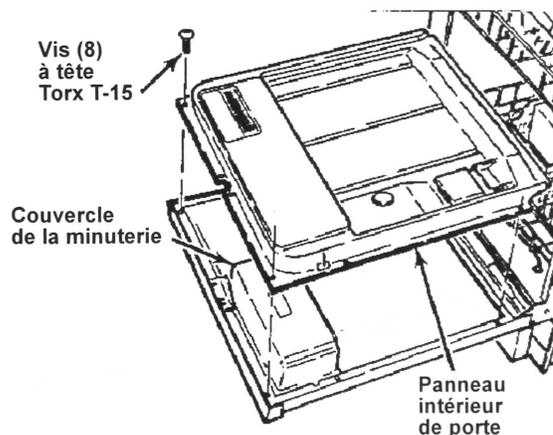

Figure 3
4. Ouvrir la porte et déposer les huit (8) vis de fixation du panneau intérieur de porte, puis déposer le panneau. Voir la Figure 3 pour plus de détails.